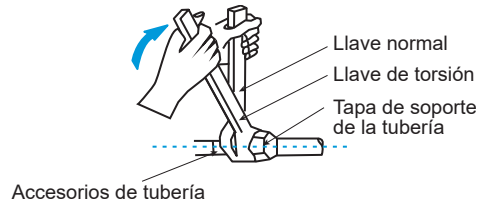

Figura 27
- Utilice dos llaves cuando instale o desmonte la tubería, una llave común y una llave de torsión. Vea la Figura 27.